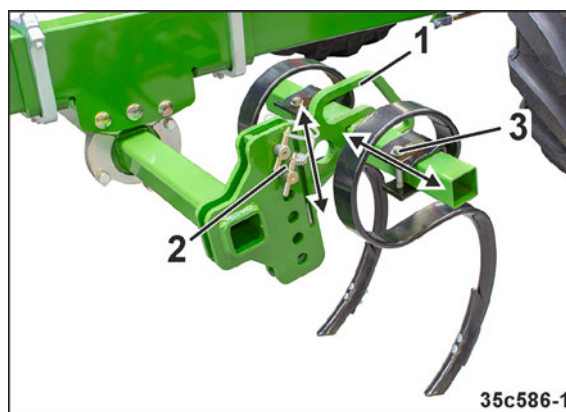

Fig. 208
1. Desserrer les écrous de fixation (Fig. 208/3).
3. Serrer les écrous de fixation après le réglage de l'effaceur de trace (Fig. 208/3)
1. Maintenez l'effaceur de trace par la poignée (Fig. 208/1).
2. Retirez le boulon (Fig. 208/2).